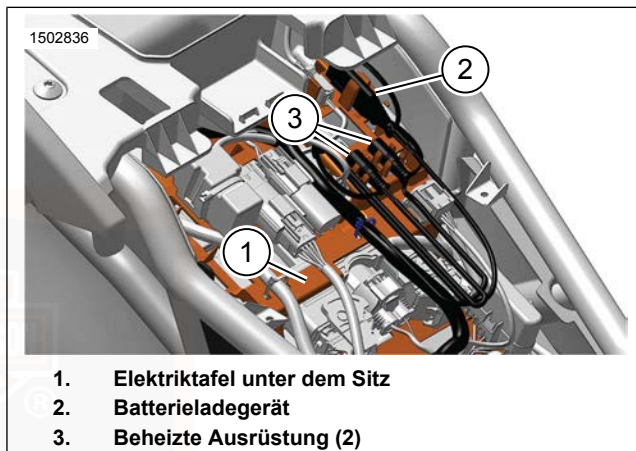

Abbildung 65. Unter dem Sitz
Siehe Abbildung 65. Durch die Wartung der Batterie zwischen Fahrten oder bei längerer Lagerung kann die Batterieladung erhalten und die Lebensdauer der Batterie verlängert werden. Den Batterieladegerät-Steckverbinder (2) während der Lagerung oder wenn die Batteriespannung unter den vorgegebenen Wert fällt, mit einem Batterieladegerät verbinden. Siehe Wartung der Batterie (Seite 173) >.